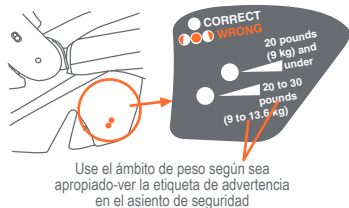

Fig. 46-2
Para la seguridad de su niño, el Asiento de Seguridad debe estar apropiadamente reclinado cuando se instale en el vehículo. El Asiento de Seguridad incluye un Indicador del Ángulo del Asiento en la porción baja de la concha del lado izquierdo del niño, para ayudar a lograr el ángulo apropiado de reclinación para el Asiento de Seguridad. (Fig. 46-2)
- Asiento de Seguridad sin Base:** Verifique que el Asiento de Seguridad esté a nivel lado a lado sobre el asiento del vehículo. Verifique el indicador de nivel como se muestra en la Fig. 46-2.